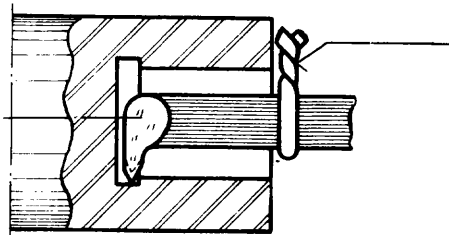

Fig. 6
- d Limite la longitud de la herramienta de acuerdo con la longitud de la rosca (fig. 6).